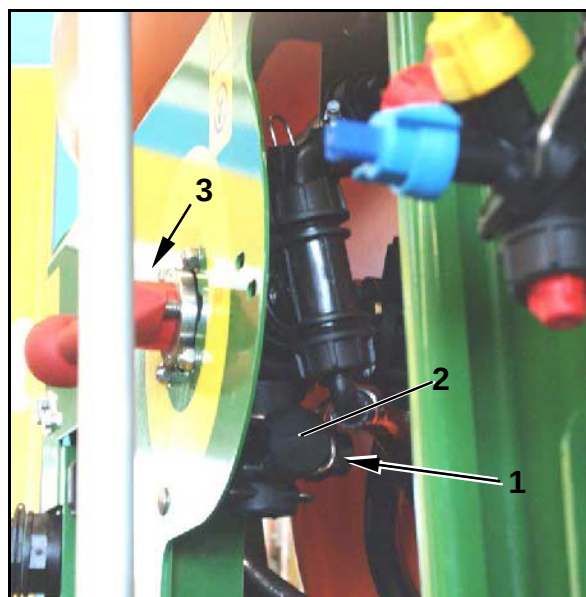

Fig. 230
1. Enlevez les pinces de fixation (Fig. 230/1) et enlevez le bouchon (Fig. 230/2) du raccord de contrôle.